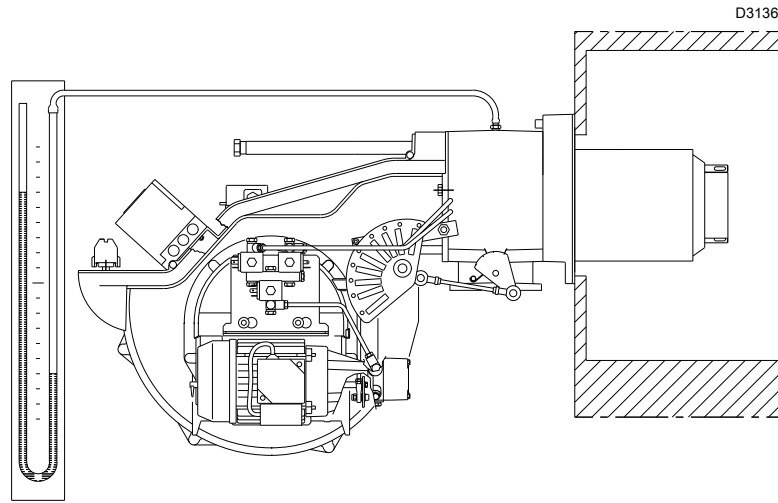

图 33
- 安装一个 U 型压力计或差压计（图 33），插座的 (+) 端为管路接口的燃气压力，(-) 端在炉膛内。
燃气到达管路接口处时会显示在 U 型压力表（图 33）上。
参考数值一般可在表 K 第 27 页中查到；在压力表上读出燃气压力 (见图 33 第 32 页) 并按所示进行操作。